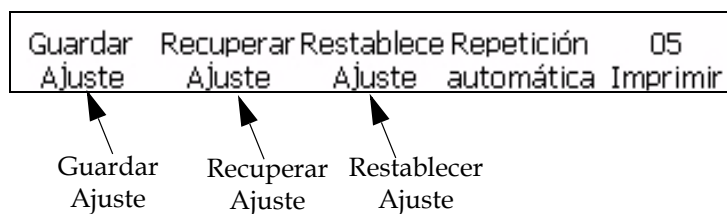

Figura 4-30: Marco <05 Imprimir>
- 1 Desplácese hasta el marco <05 Imprimir> (01 Edición > 02 Edición > 03 Edición > 04 Edición - Imprimir Ajuste > 01 Imprimir > 02 Imprimir > 03 Imprimir > 04 Imprimir > 05 Imprimir). Consulte la Figura 4-30 en la página 4-32.
- 1 Desplácese hasta al marco <05 Imprimir>. Consulte la Figura 4-30 en la página 4-32.